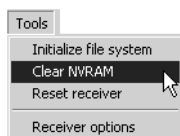

Figura 4-15. Herramientas->Borrar NVRAM
2. Haga clic en **Tools->Clear NVRAM** (Figura 4-15). El LED de REGISTRO rápidamente oscila verde y rojo; el LED de ESTADO oscila rojo.